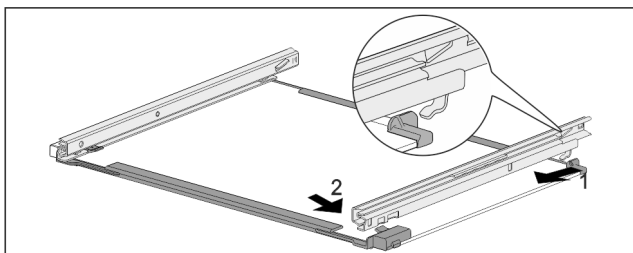

Fig. 78 Placa de cristal con rieles
- ▶ Enganche el riel en la parte posterior. Fig. 78 (1)
- ▶ Enganche el riel en la parte delantera. Fig. 78 (2)